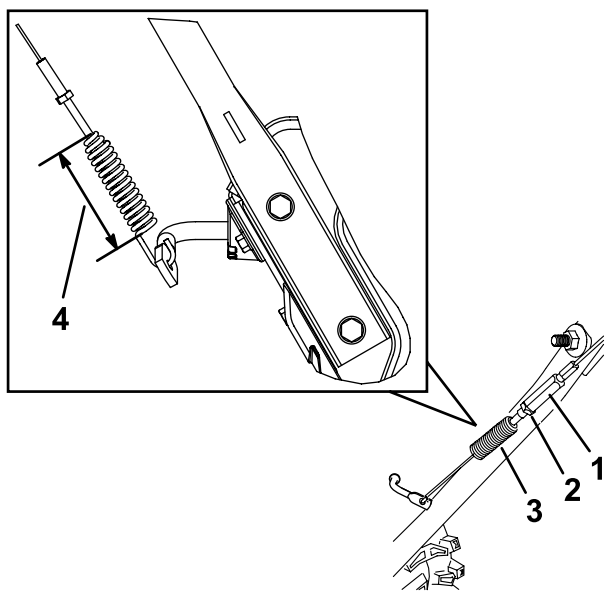

Figura 31
1. Allentate il controdado (Figura 31).
3. Allentate o serrate il tornichetto per regolare la lunghezza della molla a 6,6 cm, come illustrato nella Figura 31.
4. Serrate il controdado (Figura 31) assicurandovi che vi sia una leggera tensione sul cavo.